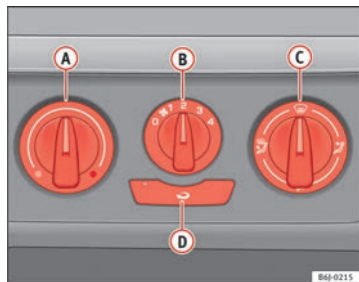

Abb. 99 In der Instrumententafel: Bedienelemente der Heizung
- Mit den Reglern **A** und **C** und dem Schalter **B** ⇒ Abb. 99 stellen Sie die Temperatur, die Luftverteilung und die Gebläsestufen ein.